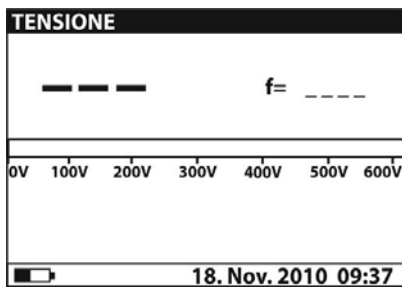

Fig. 13: Page-écran initiale de mesure de la tension
2. Sélectionner à l'aide des touches fléchées ▼ ou ▲ l'option «TENSIONE» dans le menu principal et confirmer avec la touche **SELECT**. La page-écran de Fig. 13 est montrée par l'instrument